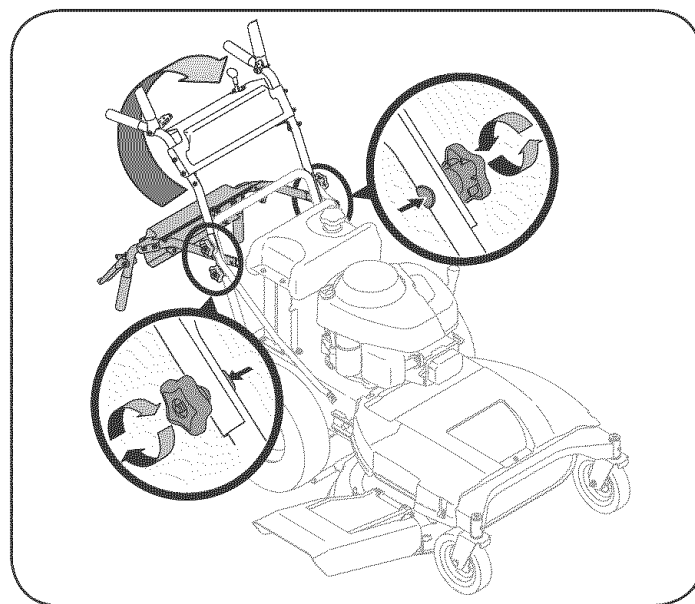

Figura 3
2. Gire la manija superior a la operaci n operativa, Figura 3. Tenga cuidado de no doblar ni torcer los cables al girar la manija.
4. Ajuste las perillas en estrella superiores e inferiores y los tornillos del carro para asegurar la manija superior a la inferior, Figura 3.